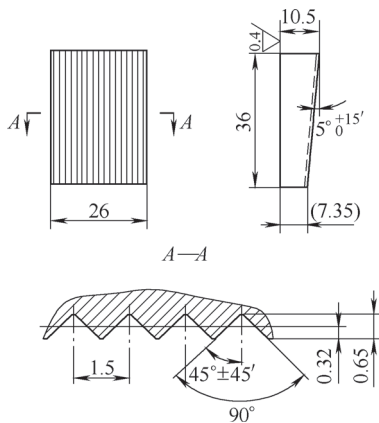

图 4
(1) 丝锥刀体: 丝锥刀体采用40Cr合金结构钢制造, 硬度保持在 $35 \sim 40\text{HRC}$ 。丝锥刀片槽采用线切割机床加工, 前角 3° , 槽深 24mm , 要求在装配刀片后, 丝锥刀片端面高出刀体端面 6mm 左右。刀片槽前端的 $R12\text{mm}$ 圆弧槽应与刀片槽在一次装夹中完成加工, 以避免发生错位, 造成在攻丝过程中发生挤屑的情况。
(2) 丝锥刀片: 如图4所示, 采用W2Mo9Cr4V2Co8 (M42) 超硬钴高性能高速钢制造, 硬度保持在 $66 \sim 67\text{HRC}$ 。首先丝锥刀片要进行锻造加工, 应